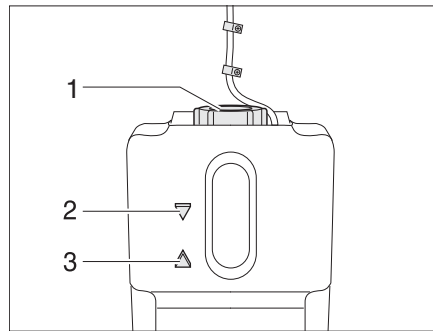

Bild 310 Ausgleichsbehälter Warmwasser-Heizung
- Prüfen, ob am Ausgleichsbehälter (Bild 310) die Flüssigkeit zwischen der Markierung "MIN" (Bild 310,3) und "MAX" (Bild 310,2) steht.
- Am Ausgleichsbehälter den Drehverschluss (Bild 310,1) aufdrehen.